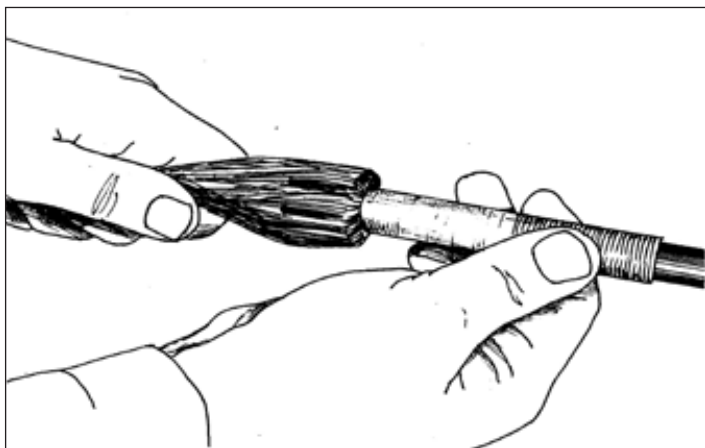

Рисунок 4.5 - Расположение нитей вокруг втулки конусной
4.1.11 Обогнуть нити вокруг втулки конусной и наружной оболочки ОК, равномерно распределяя их по окружности (рисунок 4.5).